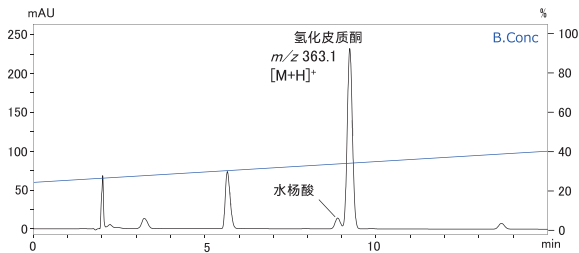
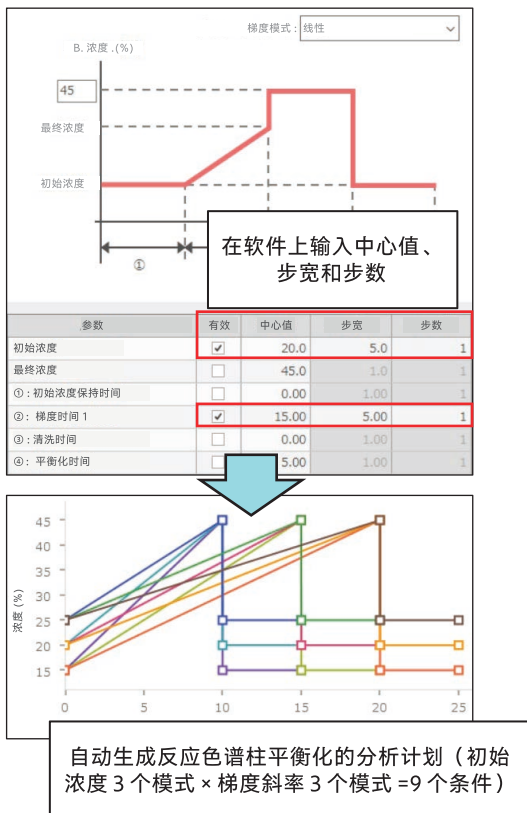
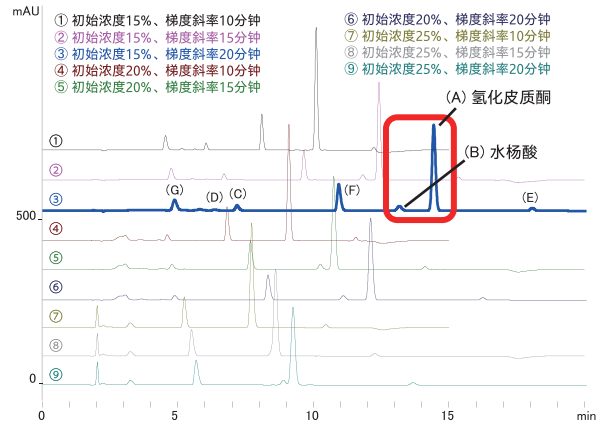
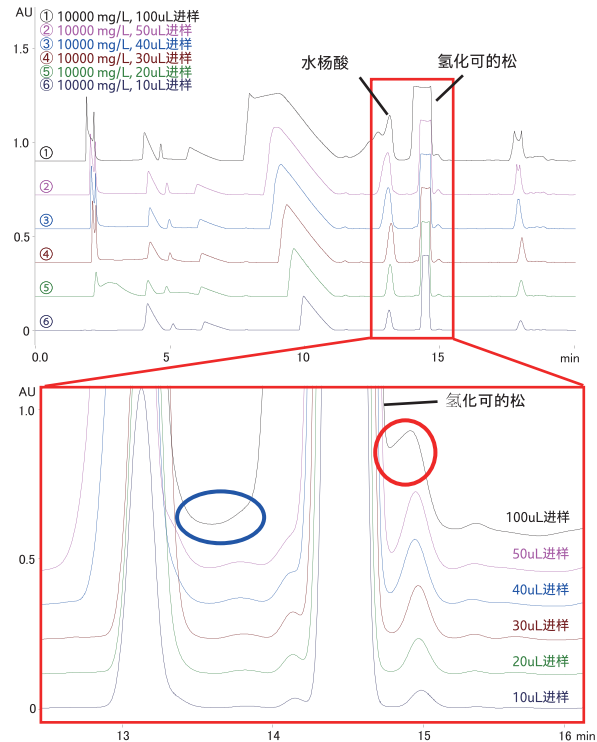

图 3 研究分离条件前的 LC 色谱图
图 4 通过 LabSolutions MD 自动生成分析计划
图 5 使用 LabSolutions MD 的分离条件研究结果
图 6 负载量的研究结果
在分析流路下，优化了目标化合物（氢化皮质酮）的分离条件。优化分离条件之前的 LC 色谱图（分析条件：表 1）如图 3 所示。其中水杨酸在氢化皮质酮的附近被洗脱。在这种条件增加负载量，会导致两种化合物之间的分离更加恶化，存在回收时纯度下降的风险，因此，需要对分离进行改进。这里，通过改变 9 种（初始浓度和梯度斜率各 3 个模式）梯度条件，优化了分离条件。LabSolutions MD 是一款支持方法开发的专用软件，用于自动生成分析计划，以提高优化效率（图 4）。所得到的色谱图如图 5 所示，在初始浓度为 15%、梯度斜率为 20 分钟（图 5 的③）的条件下，氢化皮质酮和水杨酸的分离度得到最大改进，因此，下面以本条件为基础进行负载量研究。在优化分离条件期间，通过 LCMS-2050 获得质谱信息（氢化皮质酮： $m/z$  363.3）。
在分析尺度优化条件 (图 5 的③) 下, 使用氢化皮质酮 (10000 mg/L), 按 10, 20, 30, 40, 50, 100 μL 的进样量研究了负载量 (图 6)。在进样量为 100 μL 时, 氢化皮质酮和水杨酸的分离恶化 (图中蓝色圆圈内)。另外, 在峰尾重叠了疑似杂质的小峰 (图中红色圆圈办)。在进样量 50 μL 以下时, 氢化皮质酮与附近的峰的分